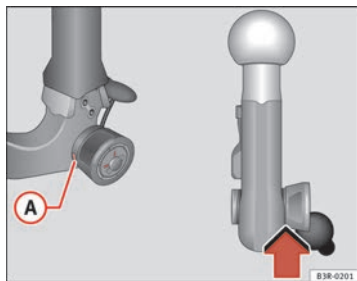

Abb. 157 Abnehmbare Anhängervorrichtung: Sicherheitsüberprüfung
- Überprüfen Sie, ob sich die grüne Markierung **A** ⇒ Abb. 157 am Handrad im Bereich der schwarzen Kennzeichnung an der Kugelstange befindet.